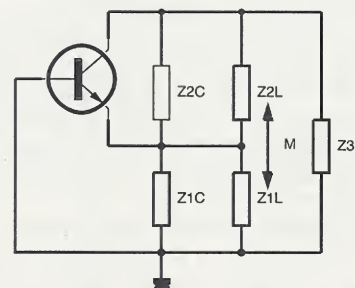

Figure 1
a) sa représentation de principe à l'aide d'un transistor bipolaire est donnée **figure 1**.